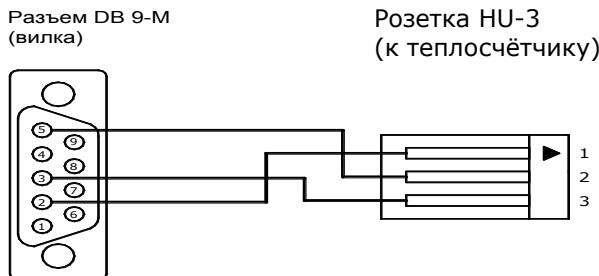

Рис. 7.4 Переходной кабель RS-232C (ТЭСМА-106 – АПД)
7.7.2 В случае, когда теплосчётчик поставляется с установленным переходным кабелем (см. карту заказа, ПРИЛОЖЕНИЕ А), для считывания данных по интерфейсу RS-232C в ПК необходимо подключить к переходному кабелю, изображенному на рис. 7.4, нуль-модемный кабель (см. рис. 7.5).
7.7.3 Для считывания данных по интерфейсу RS-232C в адаптере переноса данных необходимо подключить адаптер к переходному кабелю (см. рис. 7.4).